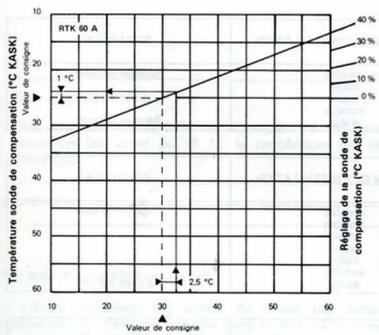

fig. 1
1. - Installation par panneaux rayonnants à forte inertie thermique (fig. 1)